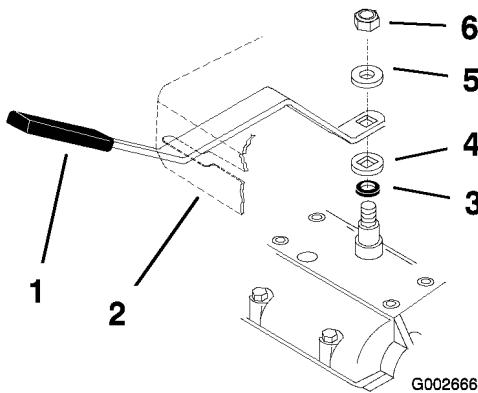

Figura 7
1. Ponga la palanca en segunda velocidad y verifique la alineación de la palanca en la ranura de la chapa de la palanca de cambios. Debe haber la misma holgura por encima y por debajo de la palanca (Figura 7).
2. Si la holgura no es correcta, retire la palanca y doblela ligeramente para ajustarla (Figura 7).
3. Ponga la palanca en punto muerto y verifique la alineación de la palanca en la ranura de la chapa de la palanca de cambios. Debe haber la misma holgura en ambos lados de la palanca (Figura 7).